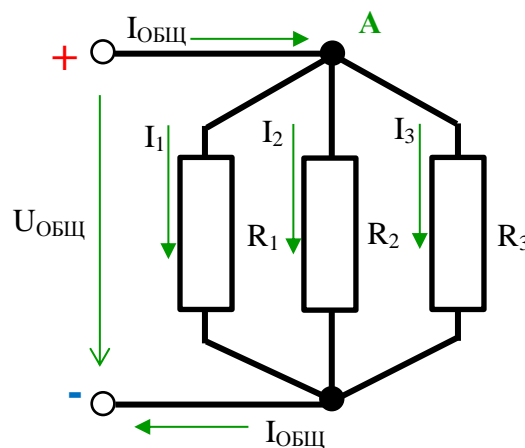

Рисунок 30 – Схема параллельного соединения резисторов
**Параллельным** называют соединение, при котором все потребители имеют два общие точки соединения (узлы). Схему электрической цепи такого соединения можно изобразить графически (рисунок 30).
Величина тока, проходящего через резисторы, зависит от величины сопротивления (согласно закону Ома). Токи на резисторах (рисунок 30) обозначим  $I_1$ ,  $I_2$ ,  $I_3$ , ток всей цепи  $I_{общ}$ . В узел «А» входит общий ток цепи, выходят – токи резисторов, значит